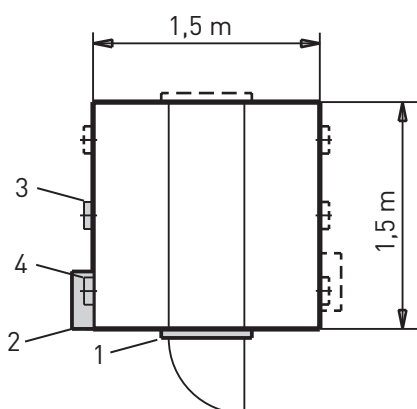

Fig. 4 Varianti di montaggio - vista dall'alto
la disposizione standard per sportello di controllo (1), unità di commutazione (2) bocchettone di caricamento (3) e raccordo di aspirazione (4) è riportata in grigio, le altre possibili disposizioni sono disegnate tratteggiate - Fig. 4. Il bocchettone di caricamento è sempre al centro, mentre il raccordo di aspirazione e la serranda dell'aria con foro di ispezione possono essere piazzati a scelta a destra o a sinistra del bocchettone di caricamento.